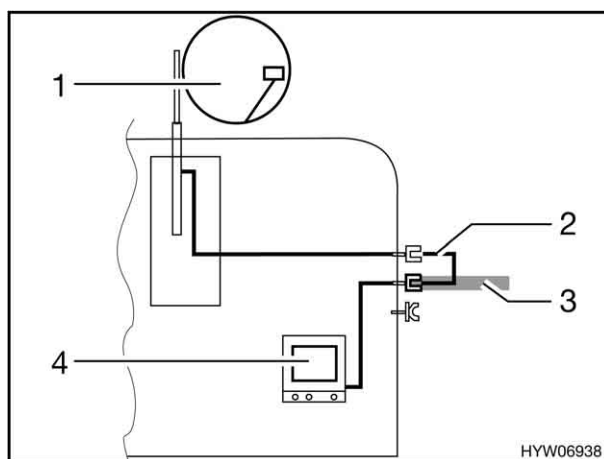

Fig. 72 TV nel veicolo
- TV nel veicolo (Fig. 72,4): collegamento all'antenna del tetto (Fig. 72,1) con cavo di collegamento (Fig. 72,2).
- TV nel veicolo (Fig. 72,4): collegamento a antenna esterna (Fig. 72,3).